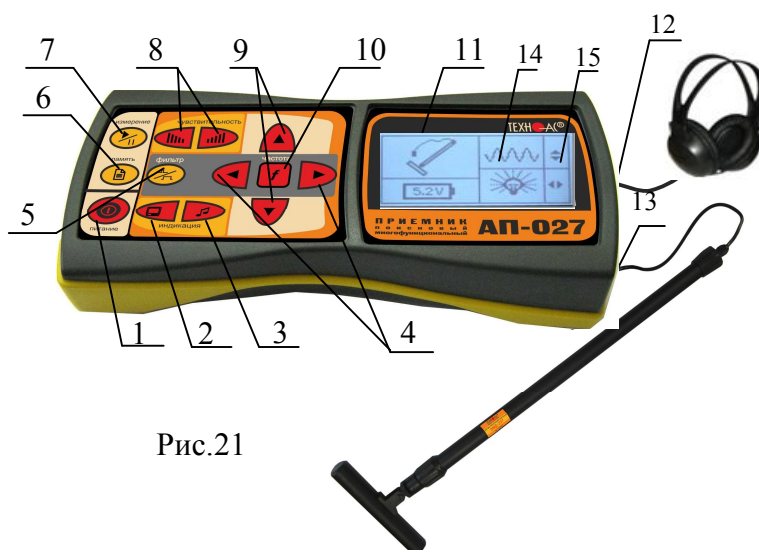

Рис.21
- Включить питание приемника АП-027 кнопкой  поз.1 рис. 21.
- выбрать вид принимаемого сигнала сигнал «непрерывный » или «импульсный », в зависимости от режима заданного на генераторе (любой из кнопок $\blacktriangle/\blacktriangledown$ поз.9 рис.21 см. подсказку поз.15 рис.21)
- установить необходимый уровень подсветки индикатора приемника, используя для этого кнопки $\blacktriangle/\blacktriangleright$ поз.4 рис.21 (см. подсказку).
а) Запустить режим «измерение» кнопкой $\blacktriangleright/\parallel$ поз.7 рис.21.
в) Выбрать частоту, установленную на генераторе кнопками $\blacktriangle/\blacktriangleright$ поз.4. рис.21 (см. подсказку)
г) выйти из режима регулировки фильтра, нажатием кнопки «частота» f поз.10 рис.21. На индикаторе в зоне окна поз.1 рис.22 исчезнет указатель подсказки и появится в зоне поз.2 рис.22 (возможность регулировки звука).
д) установить комфортную громкость звука в телефонах поз.2 рис.22, для этого нажать на кнопку режима звуковой индикации поз.3 рис.21 и отрегулировать громкость кнопками $\blacktriangle/\blacktriangleright$ поз.4. рис.21 (если кнопки не используются для регулировки фильтра).
е) Установить уровень входного сигнала кнопками «чувствительность»  и  поз.8 рис. 21 по индикатору «узкая шкала» (предпочтительно на 50...70% от максимума) поз.3 рис. 22.
ж) установить необходимый коэффициент усиления множителем « $\times 1/2/4/8$ » нажимая на кнопки $\blacktriangle/\blacktriangledown$ поз.10 рис.21.